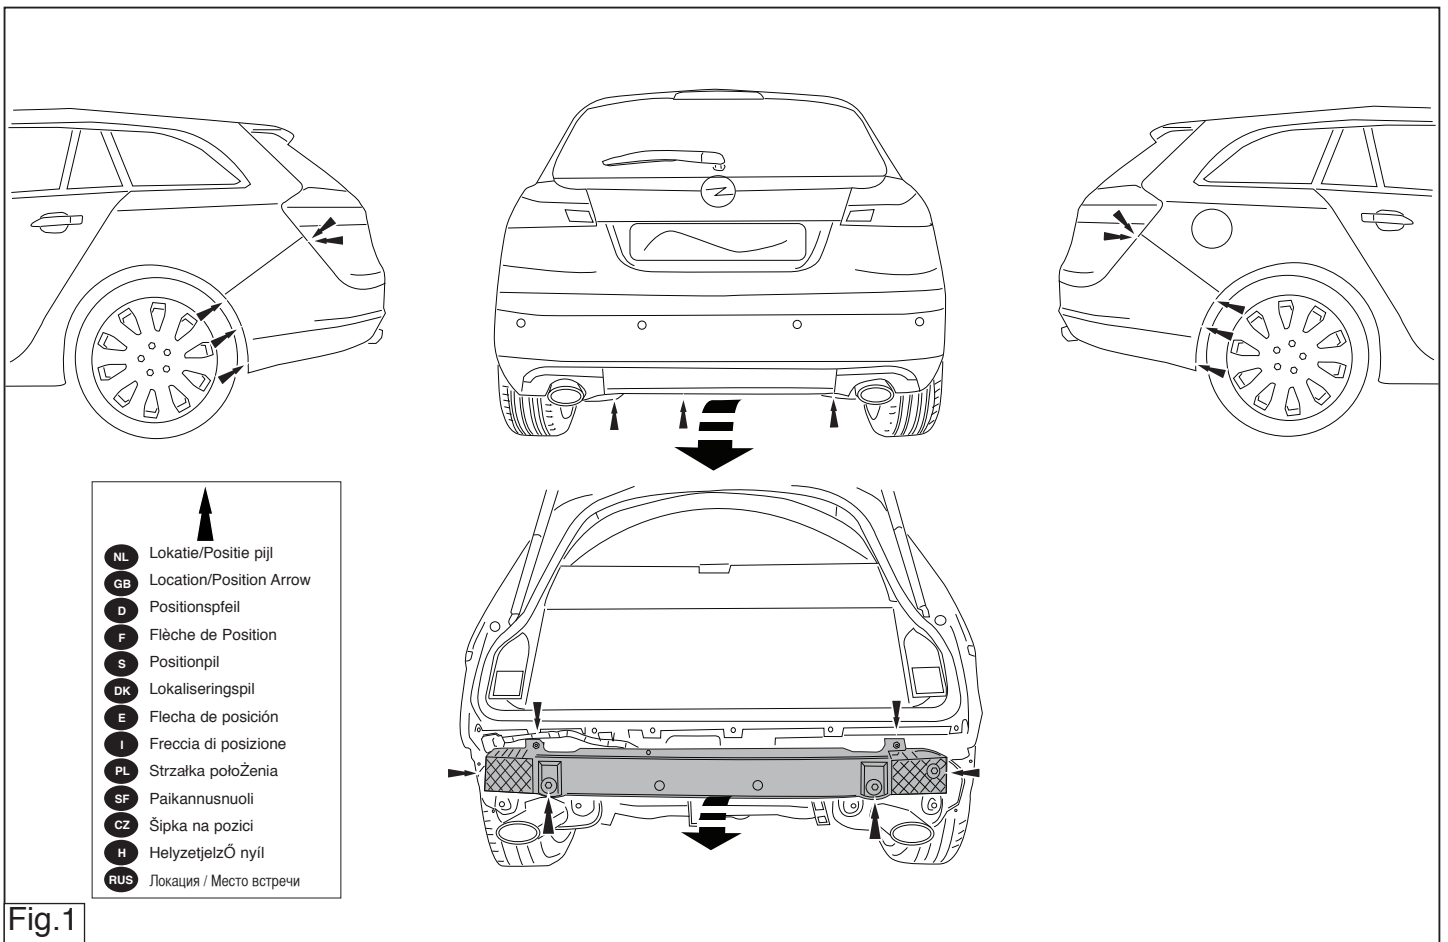

Fig.1
2. Remove the bumper and the steel buffer beam from the vehicle. The buffer beam will no longer be needed. See figure 1.
2. Die Stoßstange einschließlich des stählernen Stoßbalkens vom Fahrzeug abmontieren. Der Stoßbalken wird nicht mehr benötigt. Siehe Abbildung 1.
2. Déposer le pare-chocs du véhicule y compris la traverse en acier la traverse ne sera plus utilisée. Voir la figure 1